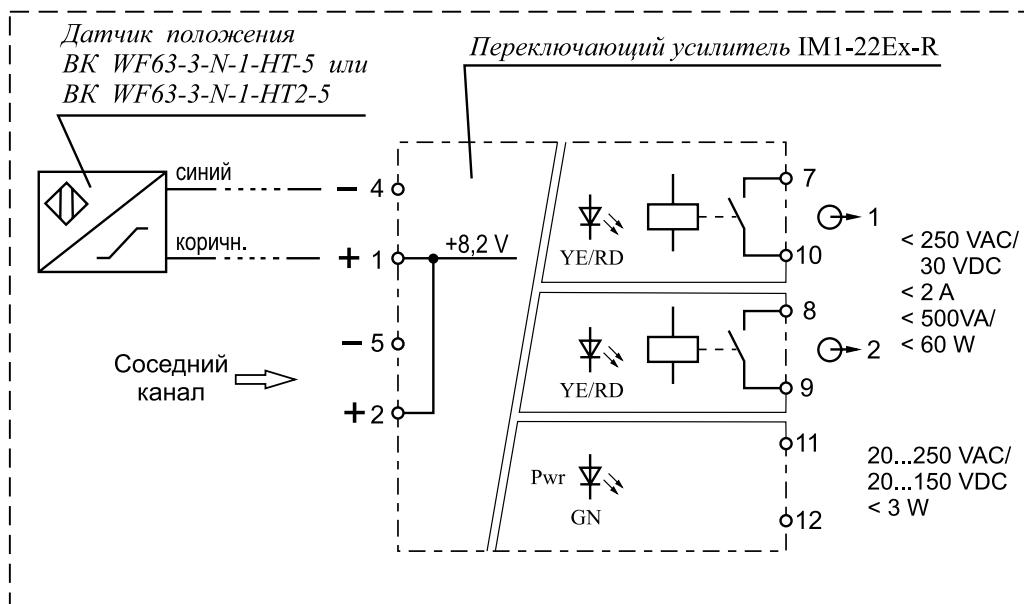

Рис. 8-3
18. Электрический монтаж датчика положения для клапанов во взрывозащищенном исполнении производите в соответствии со схемой рис. 8-3. Датчик положения имеет специальный уровень взрывозащиты (маркировка 1Exia IIC T4 Gb X). Длина кабеля, поставляемого с датчиком составляет 5 м. Возможно комплектование датчиком положения с длиной кабеля 20 м (длина кабеля датчика положения во взрывозащищенном исполнении должна быть указана в заказе).
В комплекте с клапаном во взрывозащищенном исполнении с датчиком положения поставляется переключающий усилитель IM1-22Ex-R производства фирмы “Turck” (Германия). Схема подключения переключающего усилителя к датчику положения во взрывозащищенном исполнении приведена на рис. 8-3.
Переключающий усилитель IM1-22Ex-R является двухканальным устройством. В случае выхода из строя одного из каналов переключающего усилителя произведите переподключение датчика положения на другой (соседний) канал. Съем сигнала с усилителя производите с выхода соседнего канала (см. рис. 8-3 и руководство по эксплуатации на переключающий усилитель).